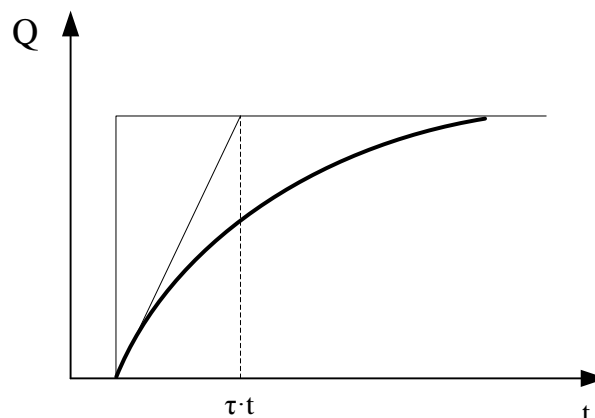

Рисунок 2
1.2.7 Расходомер имеет функцию демпфирования (сглаживания) показаний расхода. (см. рисунок 2). Коэффициент демпфирования τ может быть установлен в пределах от 1 до 3. Функция демпфирования может быть отключена заданием коэффициента τ равным 0. Коэффициент τ также задает «отсечку» минимального расхода, при $\tau=0$ отсечка составляет 0,1 % от $Q_{наиб}$, при $\tau=1$ – 0,2 %, при $\tau=2$ – 0,3 %, при $\tau=3$ – 0,4 %.